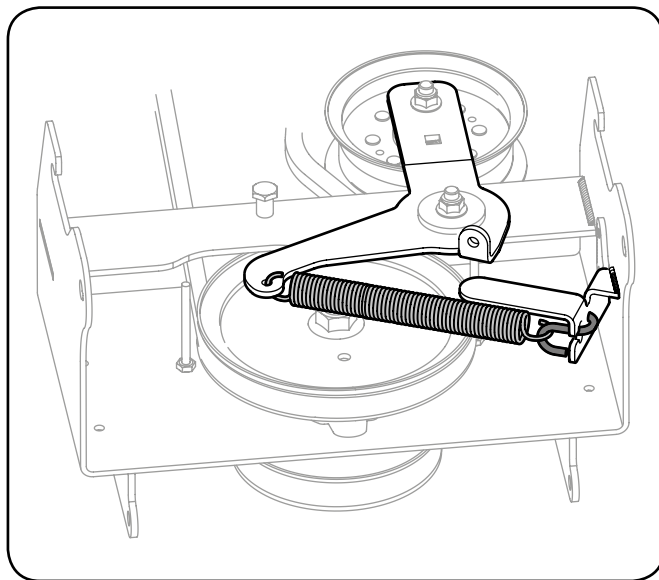

Рисунок 3-6
4. Если ваш трактор оборудован электрической системой управления отбором мощности, наденьте на 5½-дюймовую (14 см) пружину растяжения S-образный крюк и прикрепите к кронштейну натяжителя несущей платформы, как показано на рис. 3-6.